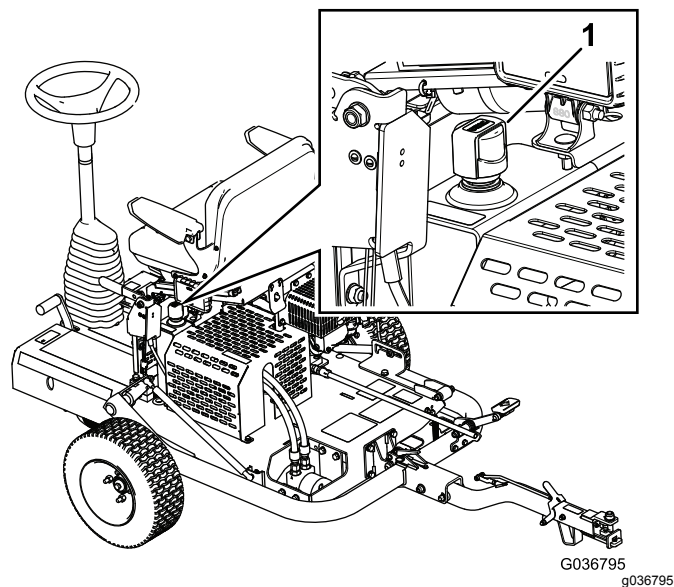

**Рисунок 20**
2. Оттяните защелку сиденья и наклоните сиденье вперед (**Рисунок 20**).